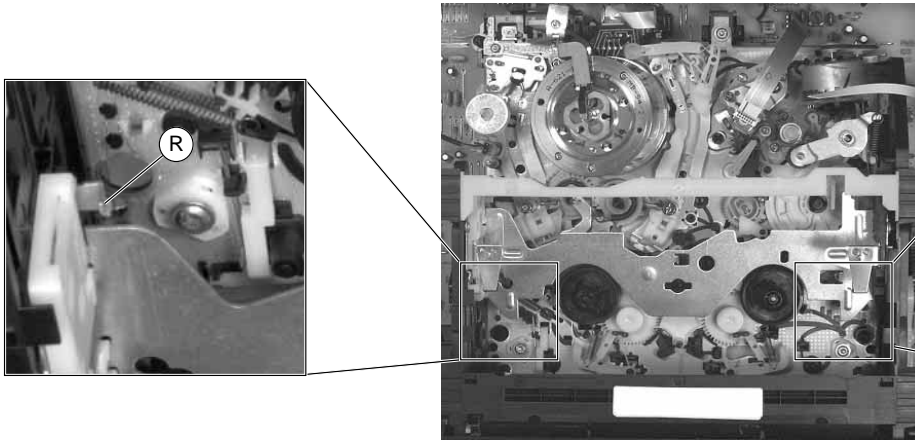
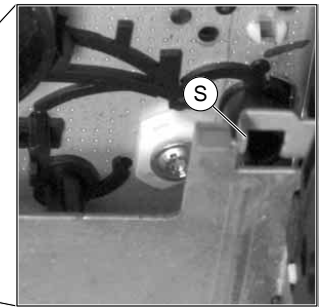

Fig. 1
Fig. 2
- Dégager les verrous (R) (Fig. 1) et (S) (Fig. 2) du logement de cassette tout en poussant celui-ci suffisamment vers l'intérieur jusqu'à ce qu'il commence légèrement à descendre.
- Release the locks (R) (Fig. 1) and (S) (Fig. 2) of the cassette compartment and move it inwards until the cassette compartment lowers by a small amount.